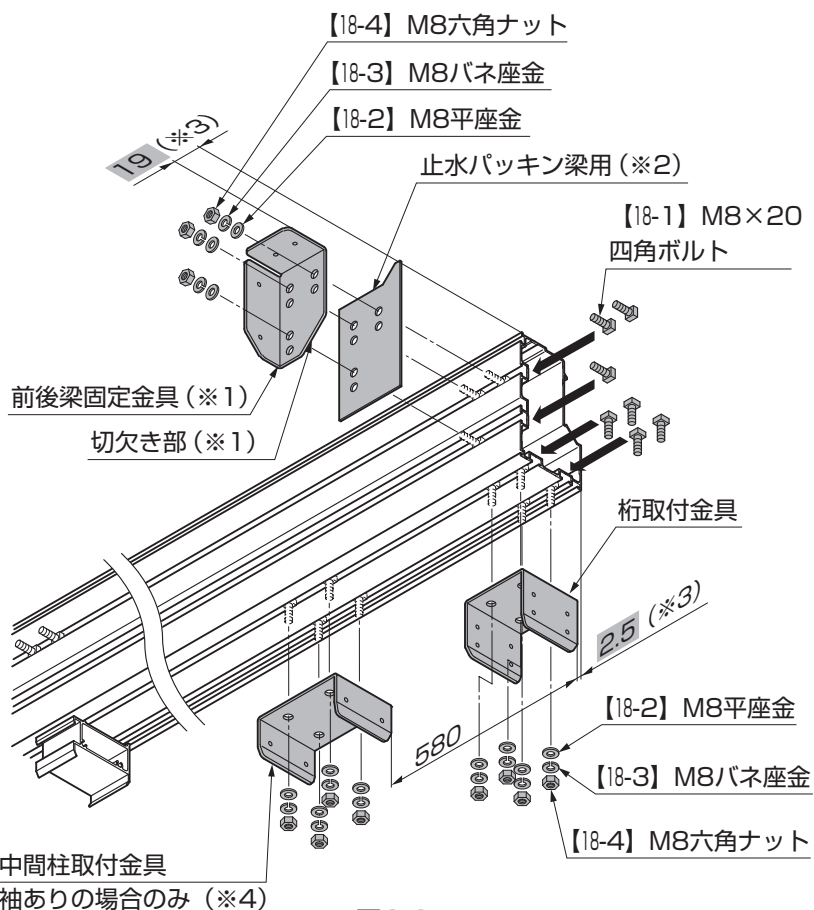

図6-2
- ③桁側面の溝に【18-1】をスライドしながら入れ、止水パッキン梁用を貼り、【18-2】、【18-3】、【18-4】で前後梁固定金具を固定してください。(図6-2参照)
- ④桁底面の溝に【18-1】をスライドしながら入れ、【18-2】、【18-3】、【18-4】で桁取付金具と中間柱取付金具を固定してください。